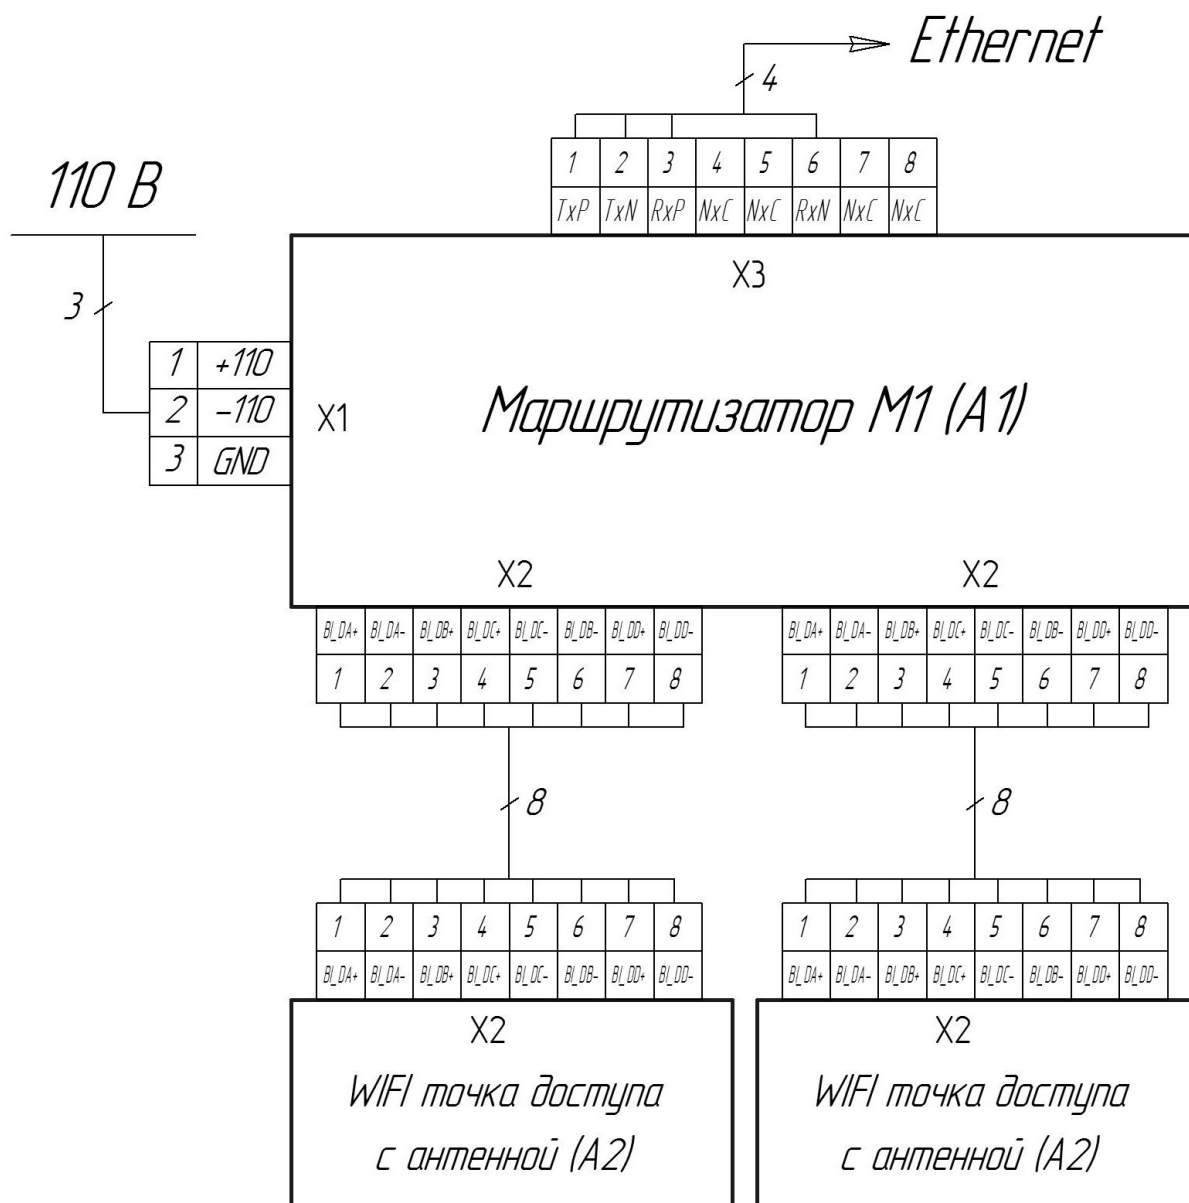

Рис.2 Схема подключения M1
4.3.1 Для присоединения WIFI точек доступа к M1 необходимо использовать 8-ми жильный кабель (см. рис.2), предназначенный для промышленных сетей Ethernet. Длина кабеля не должна превышать 50 м. Для присоединения кабелей к M1, на одном из его концов должен быть установлен соединитель типа - вилка Harting арт. 09451511500 (из комплекта поставки M1). На других концах кабелей должны быть установлены соединители типа - вилка Harting арт. 09451511500 (из комплектов поставки WIFI точек доступа). Установка соединителей на кабели осуществляется в соответствии с цветовой маркировкой жил, согласно таблице 2:
4.3.3 Для подключения питания к M1, необходимо использовать провода с сечением жил от 0,5 до 2,5мм², к которым присоединена розетка Wago арт. 231-303/026-000 (из комплекта поставки M1). На концах проводов должны быть установлены обжимные наконечники с длиной металлической части от 6 до 8мм. Монтаж проводов в разъем производить в соответствии с маркировкой контактов (см. рис.2).